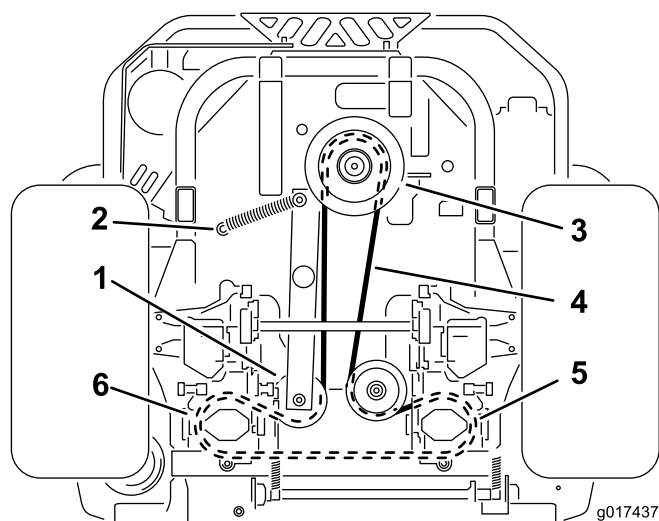

Figure 61
4. Soulevez la machine sur des chandelles (Figure 61).
6. Décrochez le ressort de la poulie de tension de son montant (Figure 61).